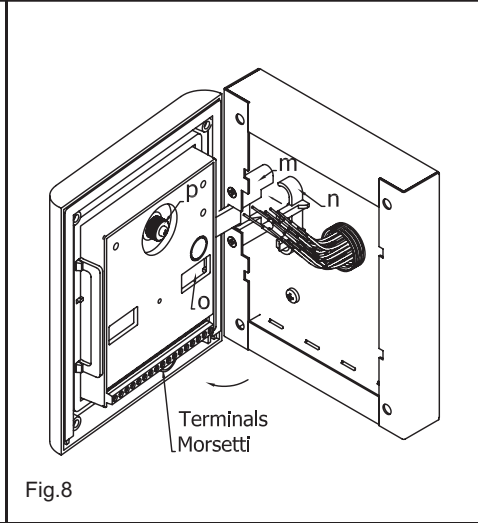

Fig.8
7. Faites pivoter le module + support dans le sens de la flèche (fig. 8) et accrochez le crochet n au logement m du pivot. Une fois que la platine de rue est montée :